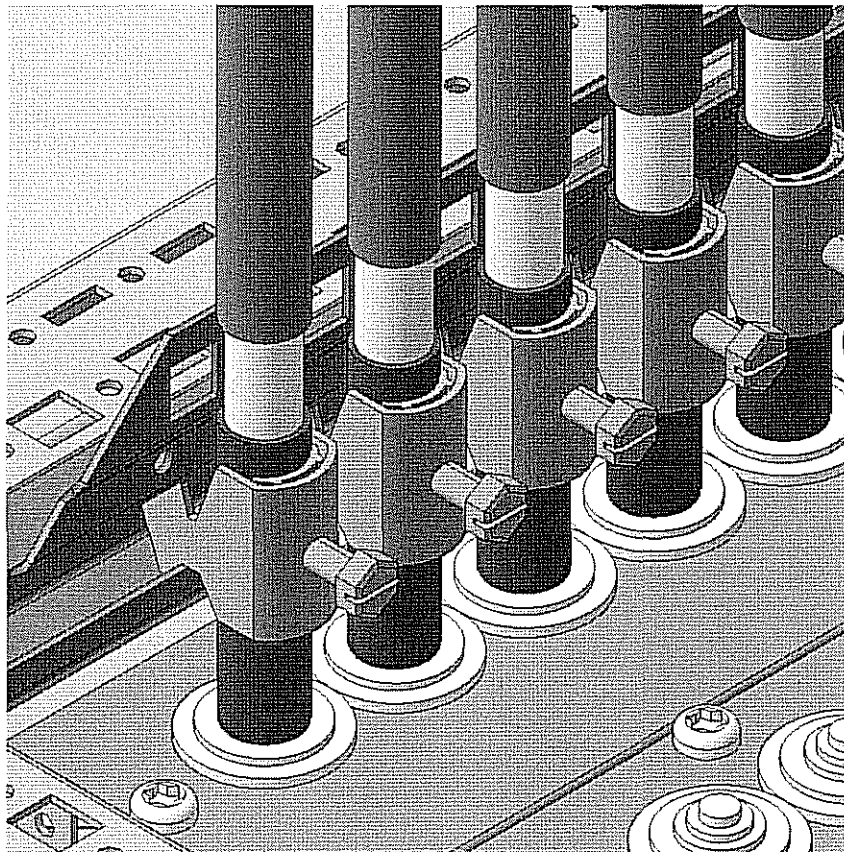

Рисунок 2 – Крепление кабеля зажимом кабельным
- закрепить кабель зажимом кабельным, соответствующим внешнему диаметру, к устройству крепления и заземления экранов кабеля (см. рис. 2);